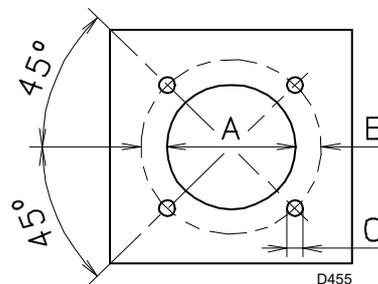

Fig. 13
Percer la plaque de fermeture de la chambre de combustion comme indiqué dans la Fig. 13. La position des trous filetés peut être tracée en utilisant l'écran thermique fourni avec le brûleur.
- Introduire tout le brûleur sur le trou de la chaudière, précédemment prédisposé, (Fig. 13, et le fixer avec les vis fournies de série.